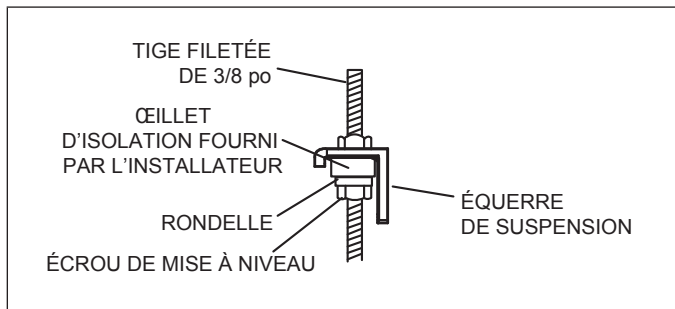

Figure 16. Bague d'isolation
5. Au besoin, installer un œillet d'isolation (à fournir par l'installateur) comme illustré à la « Figure 16. Bague d'isolation » pour éviter la transmission des vibrations de l'unité au plafond structurel.
7. L'unité est configurée en usine pour refouler l'air par l'avant avec le filtre à air de retour à l'arrière de l'unité. Le filtre à air de retour peut être déplacé sur place pour y avoir accès par le dessous si cela s'avère plus commode. Voir la « Figure 16. Bague d'isolation ».